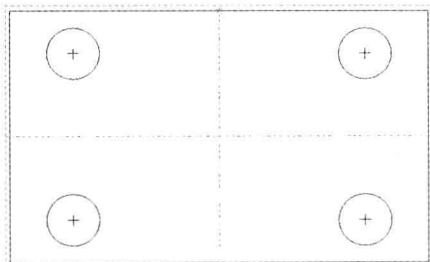

图 2-38 图形文件
Step 01 按【Ctrl+O】组合键，打开图形文件，如图 2-38 所示。